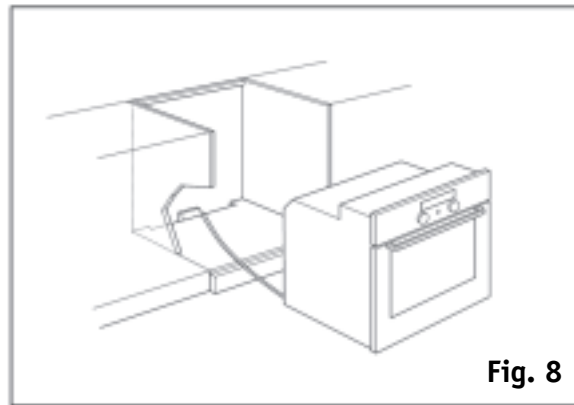

Fig. 8
- Поднимите духовку за предусмотренные для этой цели боковые отверстия и установите ее в нишу, обращая внимание на то, чтобы не зацепить кабель питания (рис. 8).